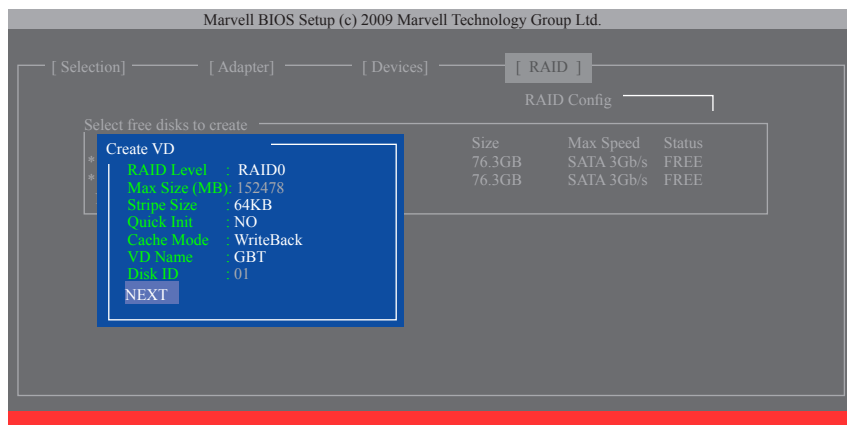

図 7
6. **NEXT:** 上の設定を完了した後、**NEXT** に移動して<Enter>を押してアレイの作成を開始します。確認を求められたら、<Y>を押して確認するか<N>を押してキャンセルします(図 7)。